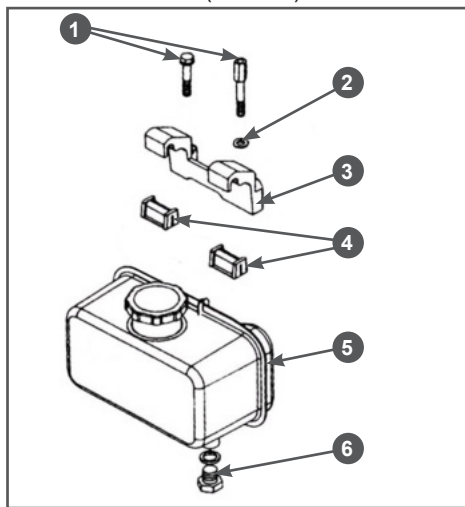

Рис. 23 Крепление топливного бака
- Открутите пробку 6 для слива топлива и слейте топливо из топливного бака в заранее приготовленную для этого емкость (Рис. 23).
4. Открутите болты 1 крепления, и снимите верхний кронштейн 3 крепления топливного бака (Рис. 23).